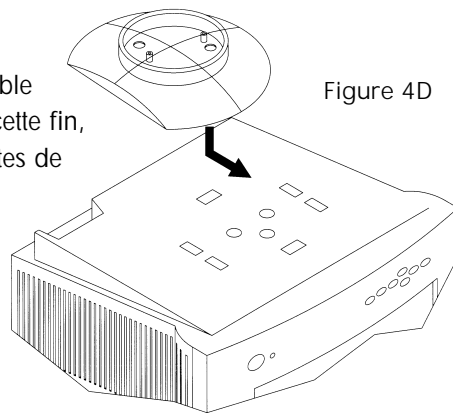

Figure 4D
Étape 5 Une fois la plaque adaptatrice fixée à la base, enclencher l'ensemble de base au moniteur. À cette fin, positionner toutes les pattes de blocage sur la base de manière à les assortir aux trous du moniteur. Faire glisser l'ensemble de base en place comme illustré à la Figure 4D.